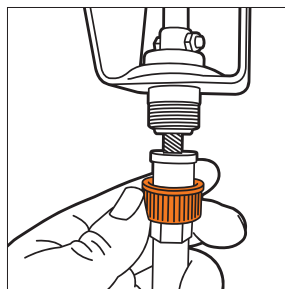

Рис. 29
- Соедините вторую сторону гибкого вала с рычагом поворота желоба, расположенном на панели оператора, зафиксируйте соединительной гайкой (Рис. 29).